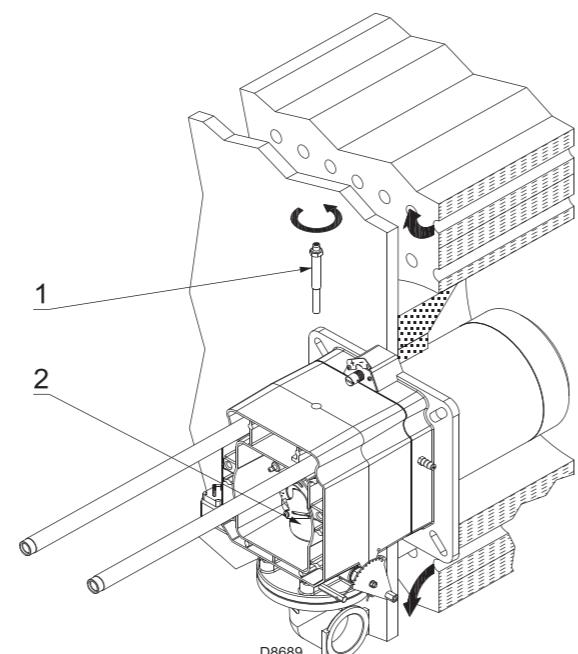

图 13
- 拆下螺丝 1)(图 13)；
- 取出燃烧头内部部件 2)(图 13) 进行校准。
安装进行到这一步，已将燃烧头固定到锅炉上，如图13所示。